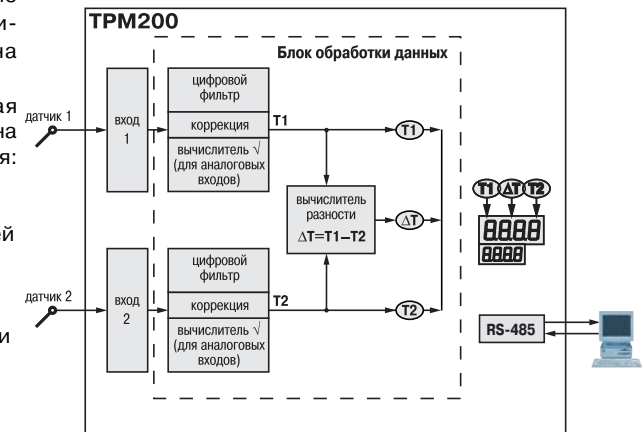

Рис. 1
3.1.2. Функциональная схема прибора приведена на рис. 1. Прибор включает в себя: